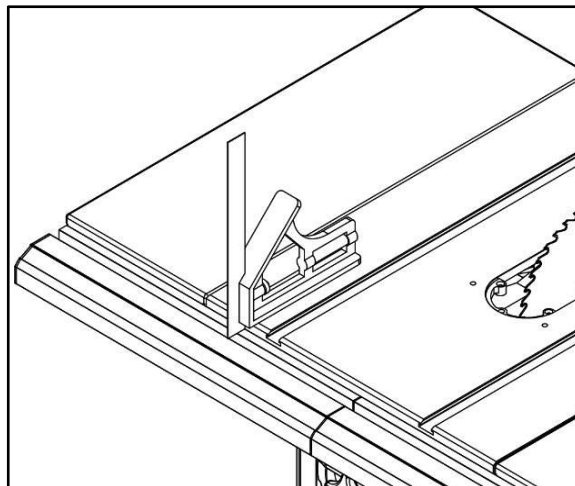

Рисунок 19
- При помощи слесарного уголка определите параллельность правой и левой направляющих (рис. 19). При помощи комбинированного уголка проверьте параллельность обеих передних направляющих стола.